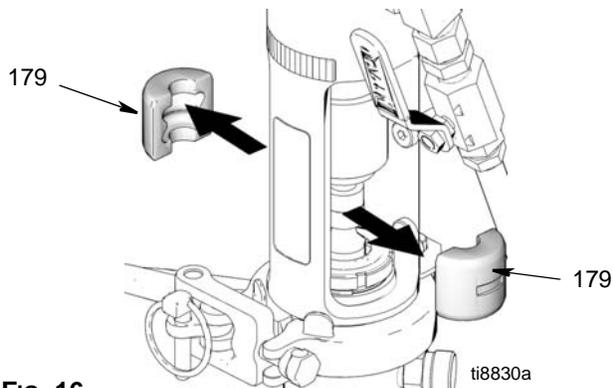

FIG. 16
6. (Fig. 16) Enlever les manchons de la tige (179).